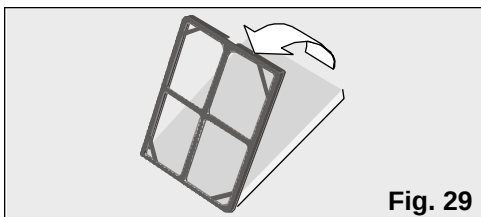

Fig. 29
- ❑ Comprobar que el filtro purificador está colocado en el posicionador, en caso contrario instálelo como se indica en la Fig 29. La parte negra del filtro será la que deba estar en contacto con el posicionador.